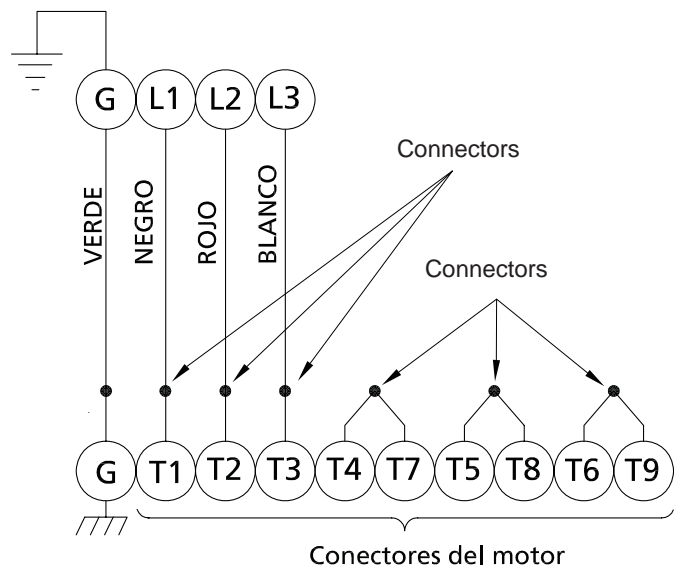

FIGURA 7
Examine el cable eléctrico (12) para ver si tiene grietas o daños y reemplácelo si es necesario (vea la Figura 6). Coloque las piezas (12b, c y d) sobre el cable eléctrico (12a). Inserte los juegos de cable (12) por las aberturas en la parte superior del cárter del motor (11) y reconecte los conductores del motor con el cable eléctrico (12) usando conectores (19), y para unidades trifásicas use el (38), tal como se indica en la Figura 7. Conecte el cable de conexión a tierra con el motor usando el tornillo (20).